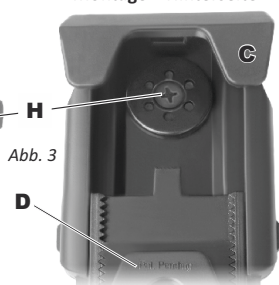

Abb. 3
- Sollte das **Drehen sehr schwer-** oder wiederum **zu leichtgängig** erfolgen, kann man die Widerstandskraft vom drehbaren Mechanismus anpassen, damit sie Ihren Wünschen entspricht. Hierzu können Sie mit Hilfe eines Kreuzschlitzschraubendrehers die Befestigungsschraube **H** leicht lockern oder anziehen, die Sie an der Vorder- oder Hinterseite vom Holster finden (je nach Holstertyp) – **siehe Abb. 3**.